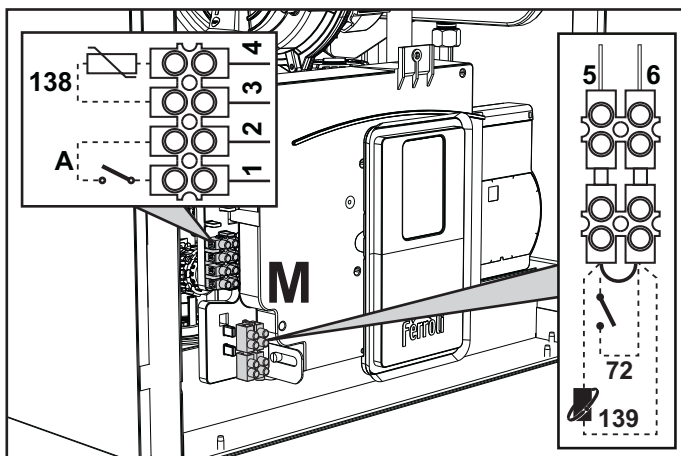
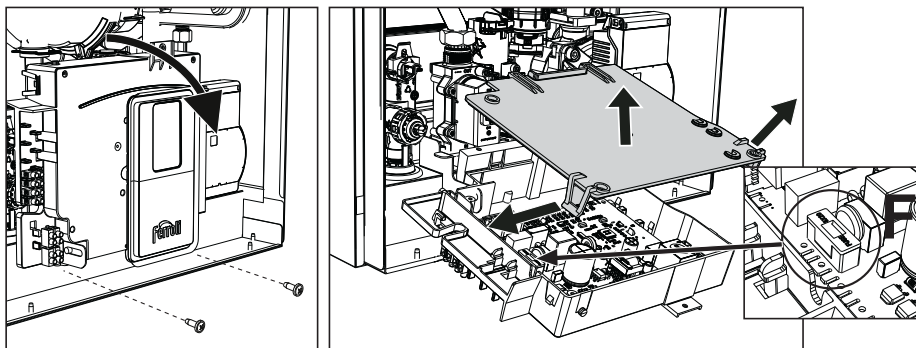

fig. 28
fig. 29
După ce ați scos panoul frontal (\*\*\*) 'Deschiderea panoului frontal' on page 155 (\*\*\*) veți putea avea acces la panourile de borne (M) și la siguranța fuzibilă (F) urmând indicațiile descrise în continuare (fig. 28 și fig. 29). **Bornele indicate în fig. 28 trebuie să aibă contactele curate (nu 230 V).** Dispunerea bornelor pentru diferitele conexiuni este indicată și în diagrama electrică din fig. 67.
### Configurarea întrerupătorului ON/OFF (A fig. 28)